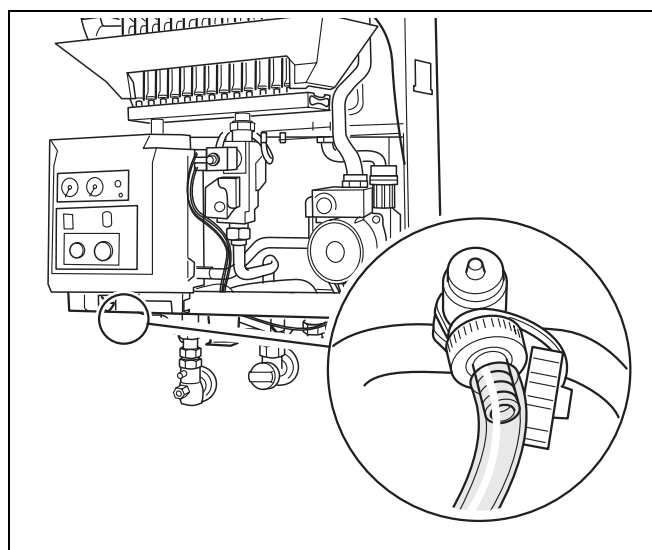

fig. 14 Remplir l'installation de chauffage
5.1.1 Remplir l'installation de chauffage (fig. 14)
- Fixer le tuyau rempli d'eau sur le robinet de remplissage/vidange (fig. 14) et ouvrir le robinet au moyen de la clé carrée (jointe à la livraison).